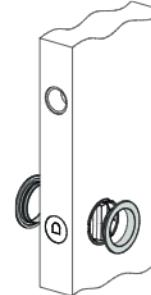

Fig. 6
6. Inserire la maniglia frontale di trascinamento nell'apposita sede (Fig. 6).
Apply the pull handle in its seat (Fig. 6).